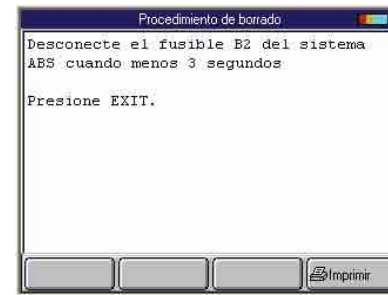

Figura 6.33: Ejemplos de Pantallas de Instrucciones
- Si aparece una Pantalla de instrucciones (Figura 6.33), vaya al paso 4.
- 3 Seleccione Borrar códigos y presione la tecla **ENTER**. Esto muestra una pantalla de instrucciones similar a las mostradas en Figura 6.33.